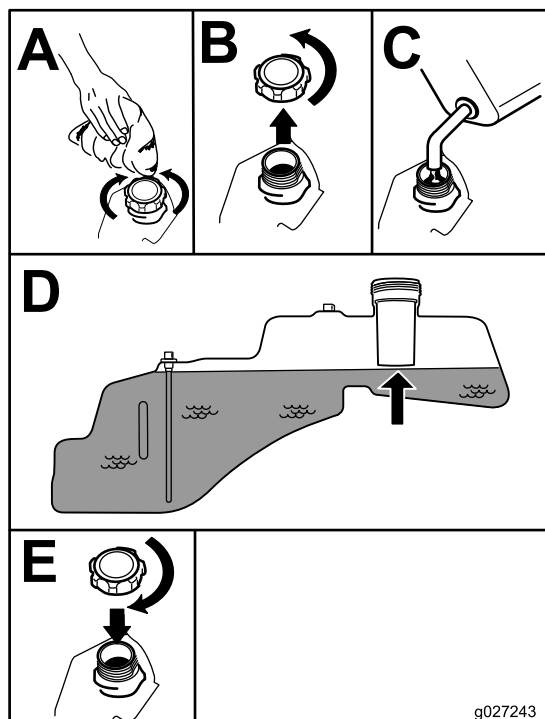

Figure 9
**Remarque:** Vous pouvez utiliser le regard sur le réservoir de carburant pour vérifier la présence d'essence avant de faire le plein (Figure 9).